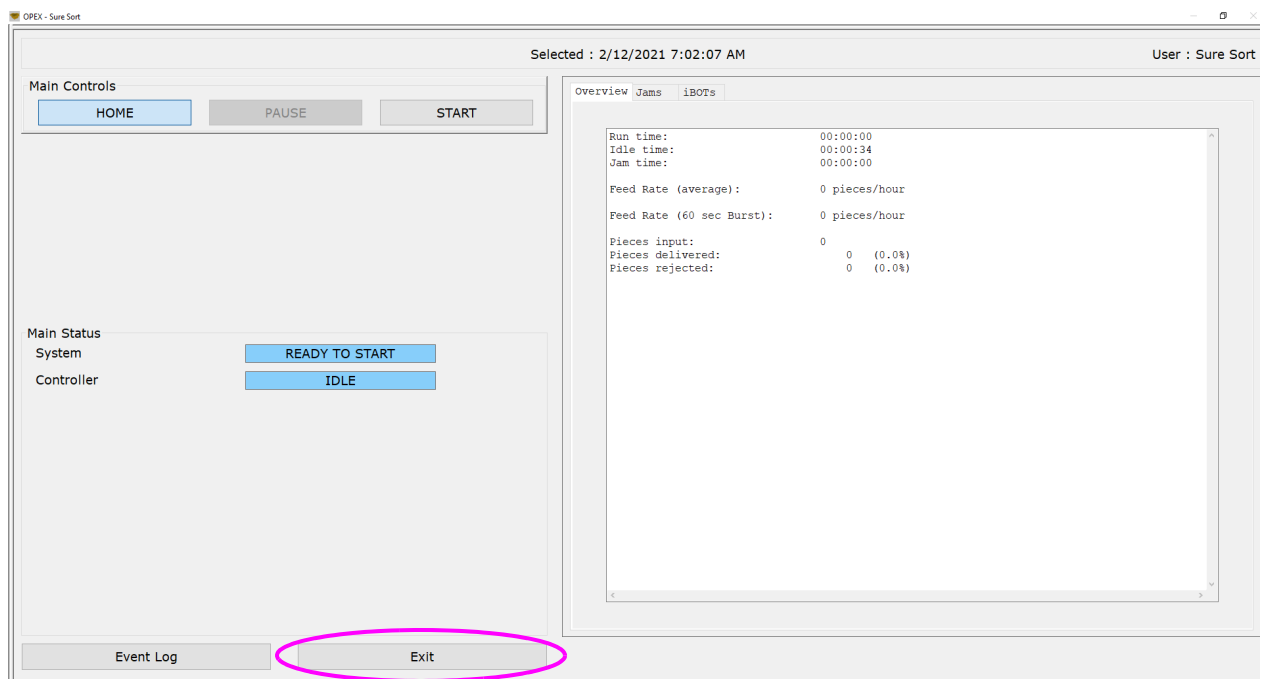

Figure 1-42: Tela de Execução da Hospedagem OPEX - Sair
2. Para sair da Tela de Execução, clique em **Sair** (consulte Figure 1-42).